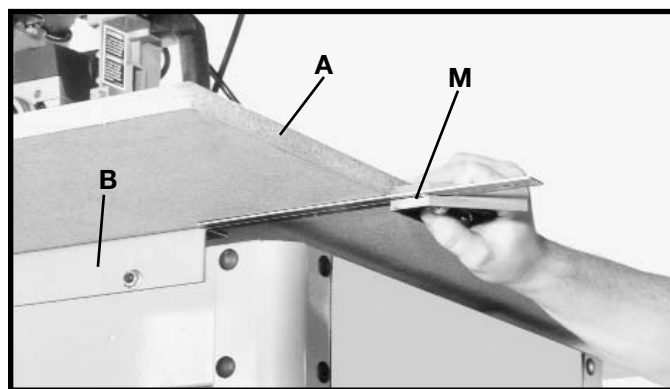

Fig. 20
5. Utilizando una escuadra de combinaciones (M) Fig. 20, revise el borde delantero derecho e izquierdo de la tabla de mesa (A) para asegurar de que ambos lados sean equidistantes del borde de cada soporte de mesa (B) Fig. 20.